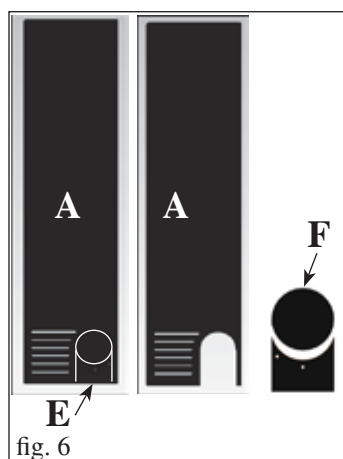

fig. 6
Retirar o diafragma pré-cortado (E - fig. 6) do painel lateral metálico (A), anteriormente desmontado, para permitir a passagem do tubo de saída dos fumos (não fornecido).
Retirar a secção F (fig. 6) a partir do diafragma E (fig. 6).
Com esta configuração, a estufa é entregue com as peças frontais metálicas já montadas (M - N - fig.6).